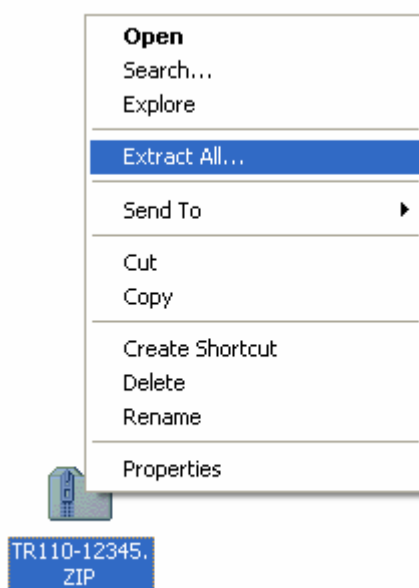

Figure 31 - Extraction du fichier compressé
2. Si le logiciel est embarqué dans un fichier compressé, veuillez le décompresser avant de continuer. Les systèmes d'exploitation actuels doivent être capables de décompresser cette archive sans logiciel additionnel (voir Figure 31). Si ce n'est pas le cas, vous trouverez aisément un logiciel gratuit sur Internet prévu à cet effet.